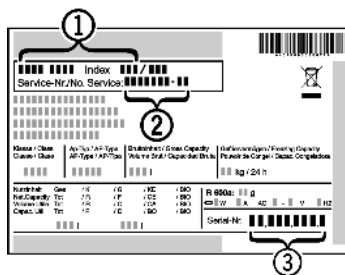

Fig. 25
- ▶ Apparaataanduiding Fig. 25 (1), servicenummer Fig. 25 (2) en serienummer Fig. 25 (3) van het typeplaatje aflezen. Het typeplaatje bevindt zich aan de binnenkant van het apparaat.